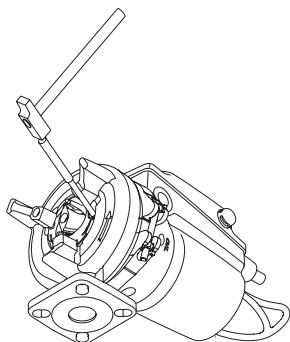

Рис. 15 Демонтаж кольца режущего механизма
2. Освободить кольцо режущего механизма (поз. 44), постучав по нему и повернув по часовой стрелке на 15–20°. См. рис. 15.